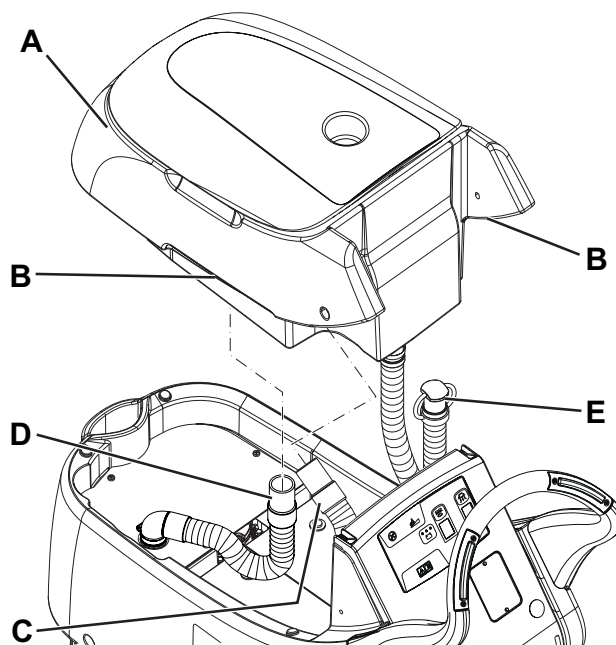

Figure 5
1. Vider le réservoir de l'eau de récupération (16), en procédant comme indiqué au paragraphe spécifique.
4. Décrocher le tuyau de vidange de l'eau de récupération (11) de son support.
5. Saisir le réservoir de l'eau de récupération (A, Fig. 5) dans la zone (B) et le soulever légèrement.
6. Déconnecter le tuyau d'aspiration (C) du réservoir.
7. Déconnecter le tuyau de connexion (D) de la grille d'aspiration du réservoir.
8. Extraire le tuyau de vidange (E) de la fente inférieure, puis déposer le réservoir (A).